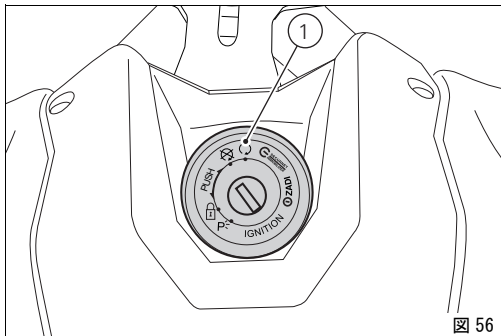

図 56
- 1) イグニッションキーを ON にします (1、図 56)。緑のランプ N と赤のランプ  が点いている事を確認してください。